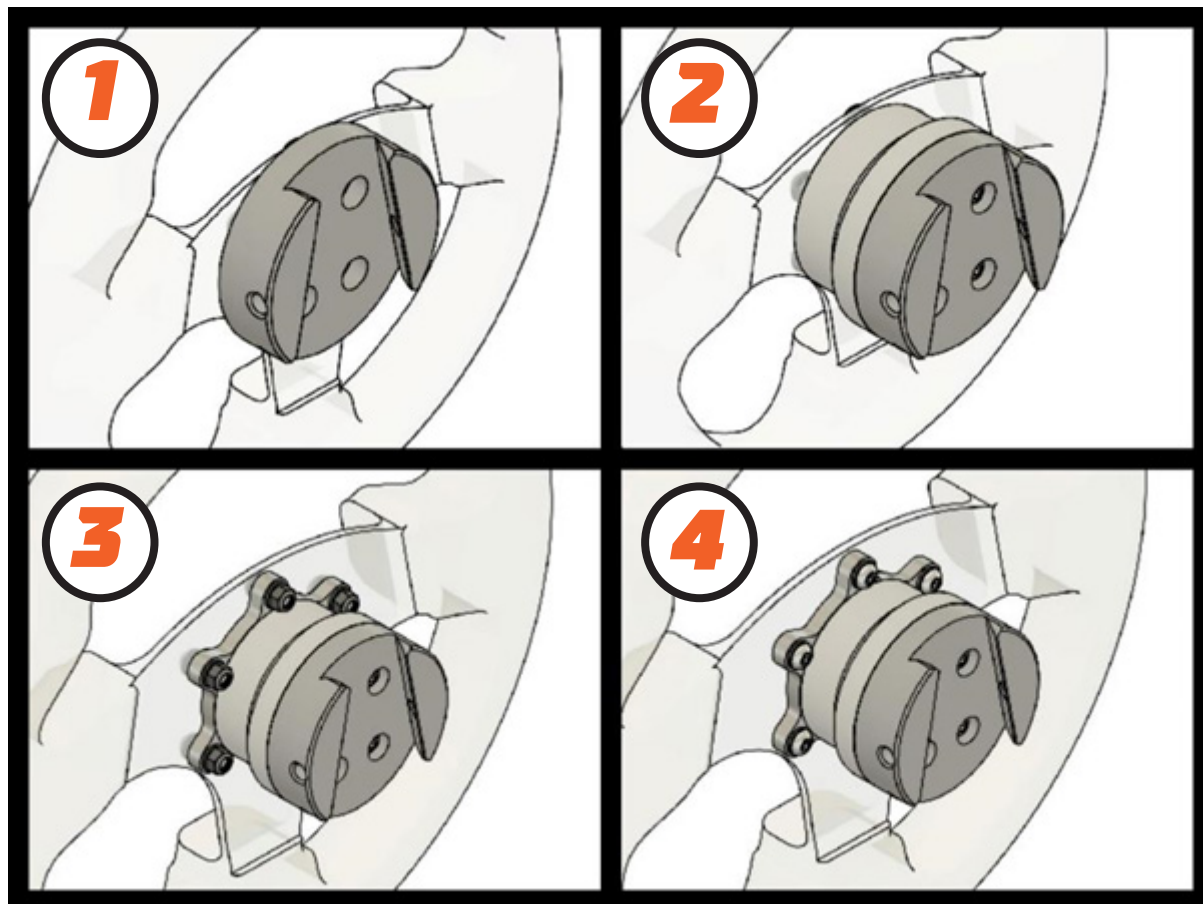

Рисунок 7. Варианты сборки.
Стандартные конфигурации (рис. 7) включают (1) передний монтаж без проставки (разболтовка 50,8 мм) (2) передний и задний монтаж с проставкой (разболтовка 50,8 мм) и (3 + 4) передний и задний монтаж (разболтовка 70 мм).